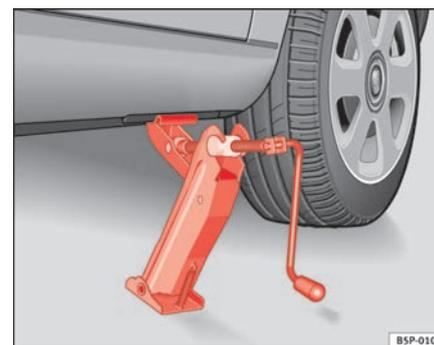

Fig. 157 Colocación del gato
- Posicione el gato de modo que su garra envuelva el nervio del larguero inferior y que la placa base móvil se apoye plana sobre el suelo ⇒ página 247, fig. 157.